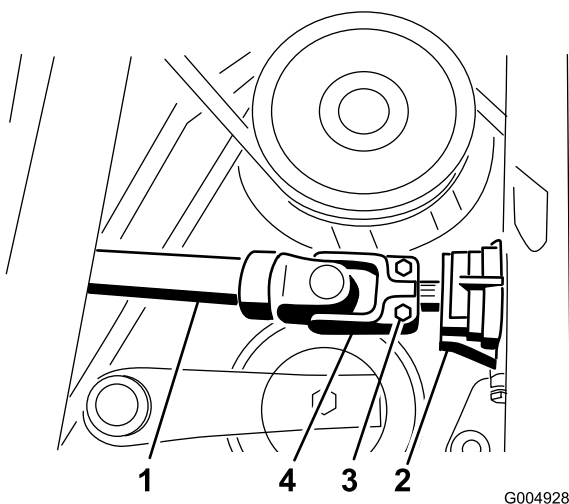

Figura 87
43. Fate scorrere l'albero di trasmissione sull'albero della scatola degli ingranaggi (Figura 87). Montate il perno a rullo e serrate i bulloni a 20-25 N m.